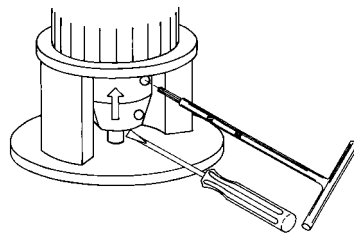

Fig. 16 Serraggio delle viti
5. Serrare le viti due a due (stesso lato). Vedi fig. 16.